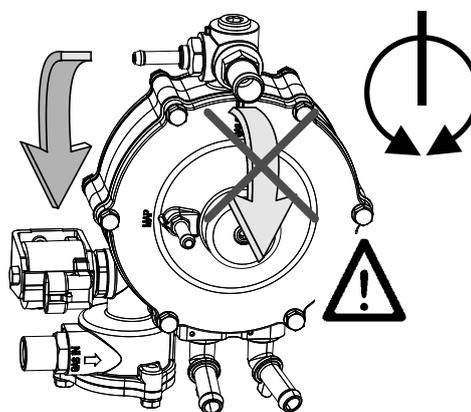

fig.r2
- non installare il riduttore capovolto (vite di regolazione pressione verso il basso, vedi fig.r2-r6), per il resto non ci sono vincoli particolari per l'orientamento del riduttore di pressione, tuttavia è preferibile che i raccordi gas e la vite di regolazione siano facilmente accessibili per consentire gli interventi di manutenzione;